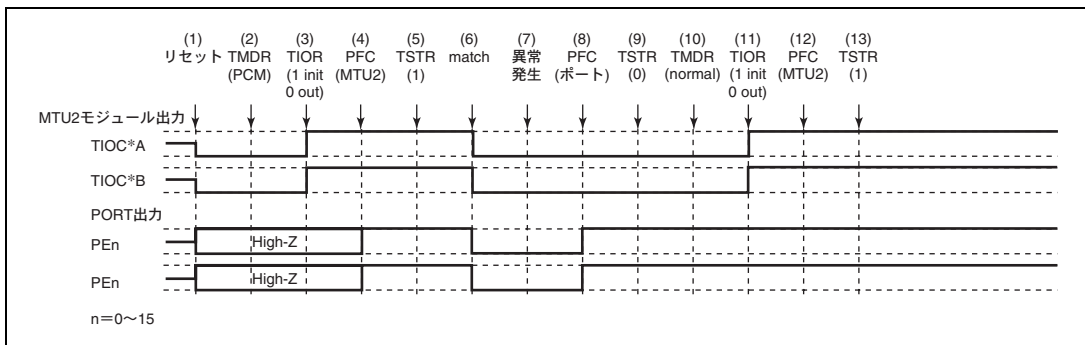

図 10.154 位相計数モードで異常が発生し、ノーマルモードで復帰する場合
位相計数モードで異常が発生し、再設定後ノーマルモードで再スタートする場合の説明図を図 10.154 に示します。
- (1) ~ (9) は図 10.154 と共通です。
- (10) PWM モード 1 を設定します。
- (11) TIOR で端子を初期化してください (PWM モード 1 では TIOC*B 側は初期化されません)。
- (12) PFC で MTU2 出力としてください。
- (13) TSTR で再スタートします。
(1) ~ (9) は図 10.154 と共通です。
(10) PWM モード 2 を設定します。
(11) TIOR で端子を初期化してください (PWM モード 2 では周期レジスタの端子は初期化されません)。
(12) PFC で MTU2 出力としてください。
(13) TSTR で再スタートします。
(20) 位相計数モードで動作中に異常が発生し、位相計数モードで再スタートする場合の動作
- (10) 位相計数モードで再スタートする場合には必要ありません。
- (11) TIOR で端子を初期化してください。